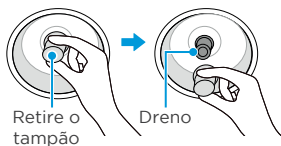

Fig. 1
2. Leve o aparelho até a pia ou local adequado para drenagem. Em seguida, gire a tampa de drenagem no sentido horário para desapertá-la e remova o tampão de silicone, permitindo que a água do tanque seja completamente escoada. Após a drenagem total, recoloque o tampão de silicone e a tampa de drenagem corretamente, deixando o aparelho preparado para o procedimento de limpeza (Fig. 1).